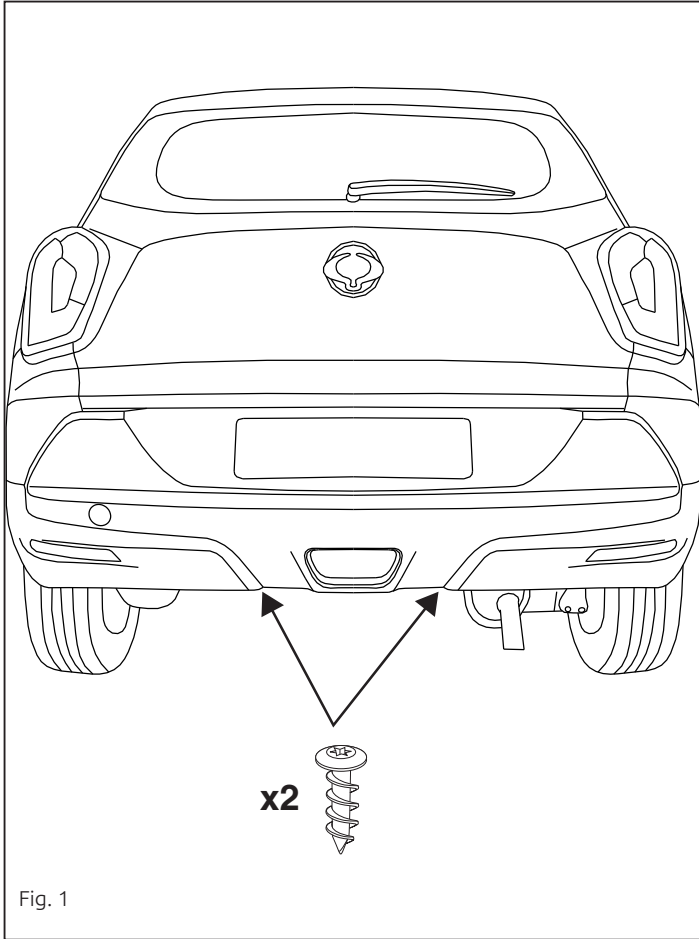

Fig. 1
4. Удалить винты, как указано на рис. 1.